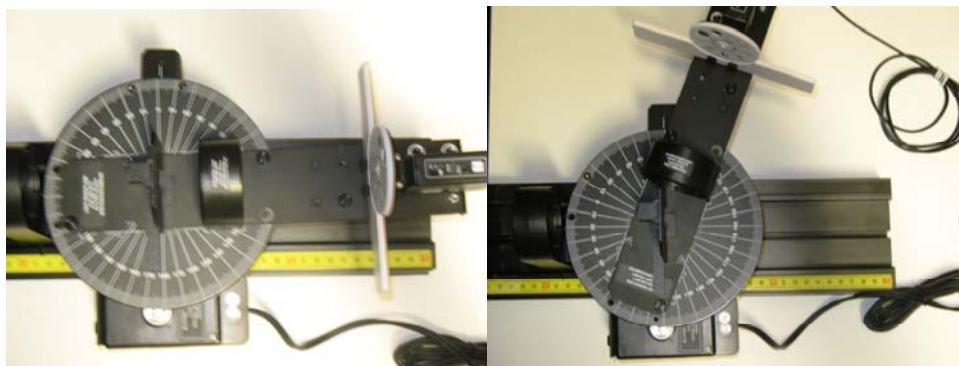

Figura 1.2
- Se hará rotar el brazo móvil hacia el espectro (primer orden de la difracción), ver figura 1.2.